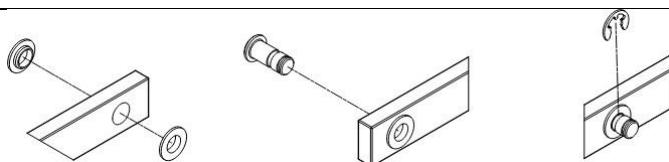

Abbildung 46
1. Befestigen Sie kleine Gleitringe an beiden Antriebssträngen – auf beiden Seiten jeder Strangöffnung (Abb. 46-links).
2. Anschließend einen Stahlbolzen vollständig in jede Öffnung mit den eingesetzten Ringen eindrücken (Abb. 46-Mitte) und auf der gegenüberliegenden Seite seines Kopfes mit einem speziellen Werkzeug einen kleinen Sicherungsring in die Nut am hinteren Ende einsetzen (Abb. 46-rechts).